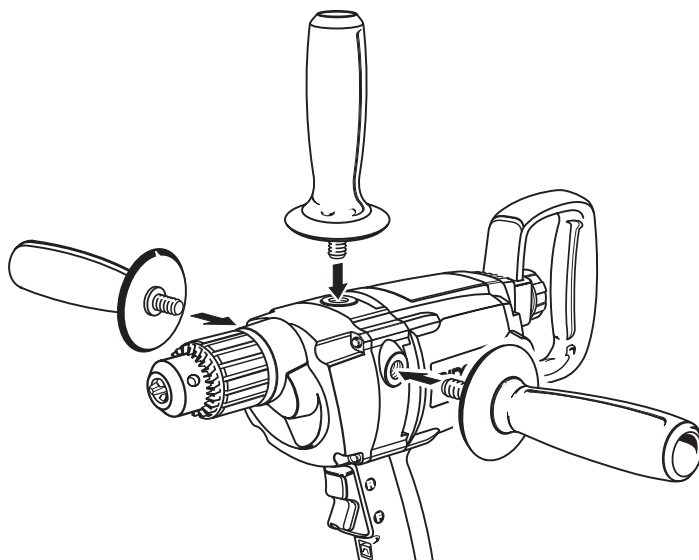

Fig. 2
Voir la figure 2.
- Visser l'extrémité filetée de la poignée sur l'une des trois positions de la perceuse, comme le montre la figure 2.